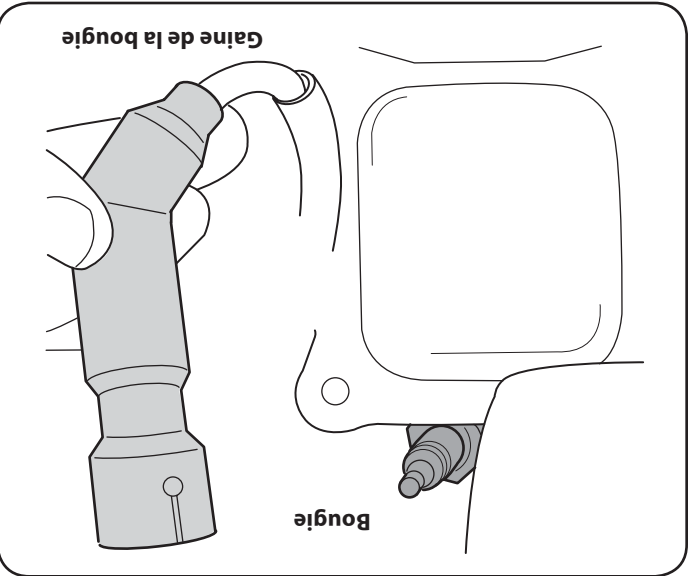

Figure 23
1. Dégagez la gaine de la bougie et utilisez une clé à bougie pour la démonter. Voir la Figure 23.